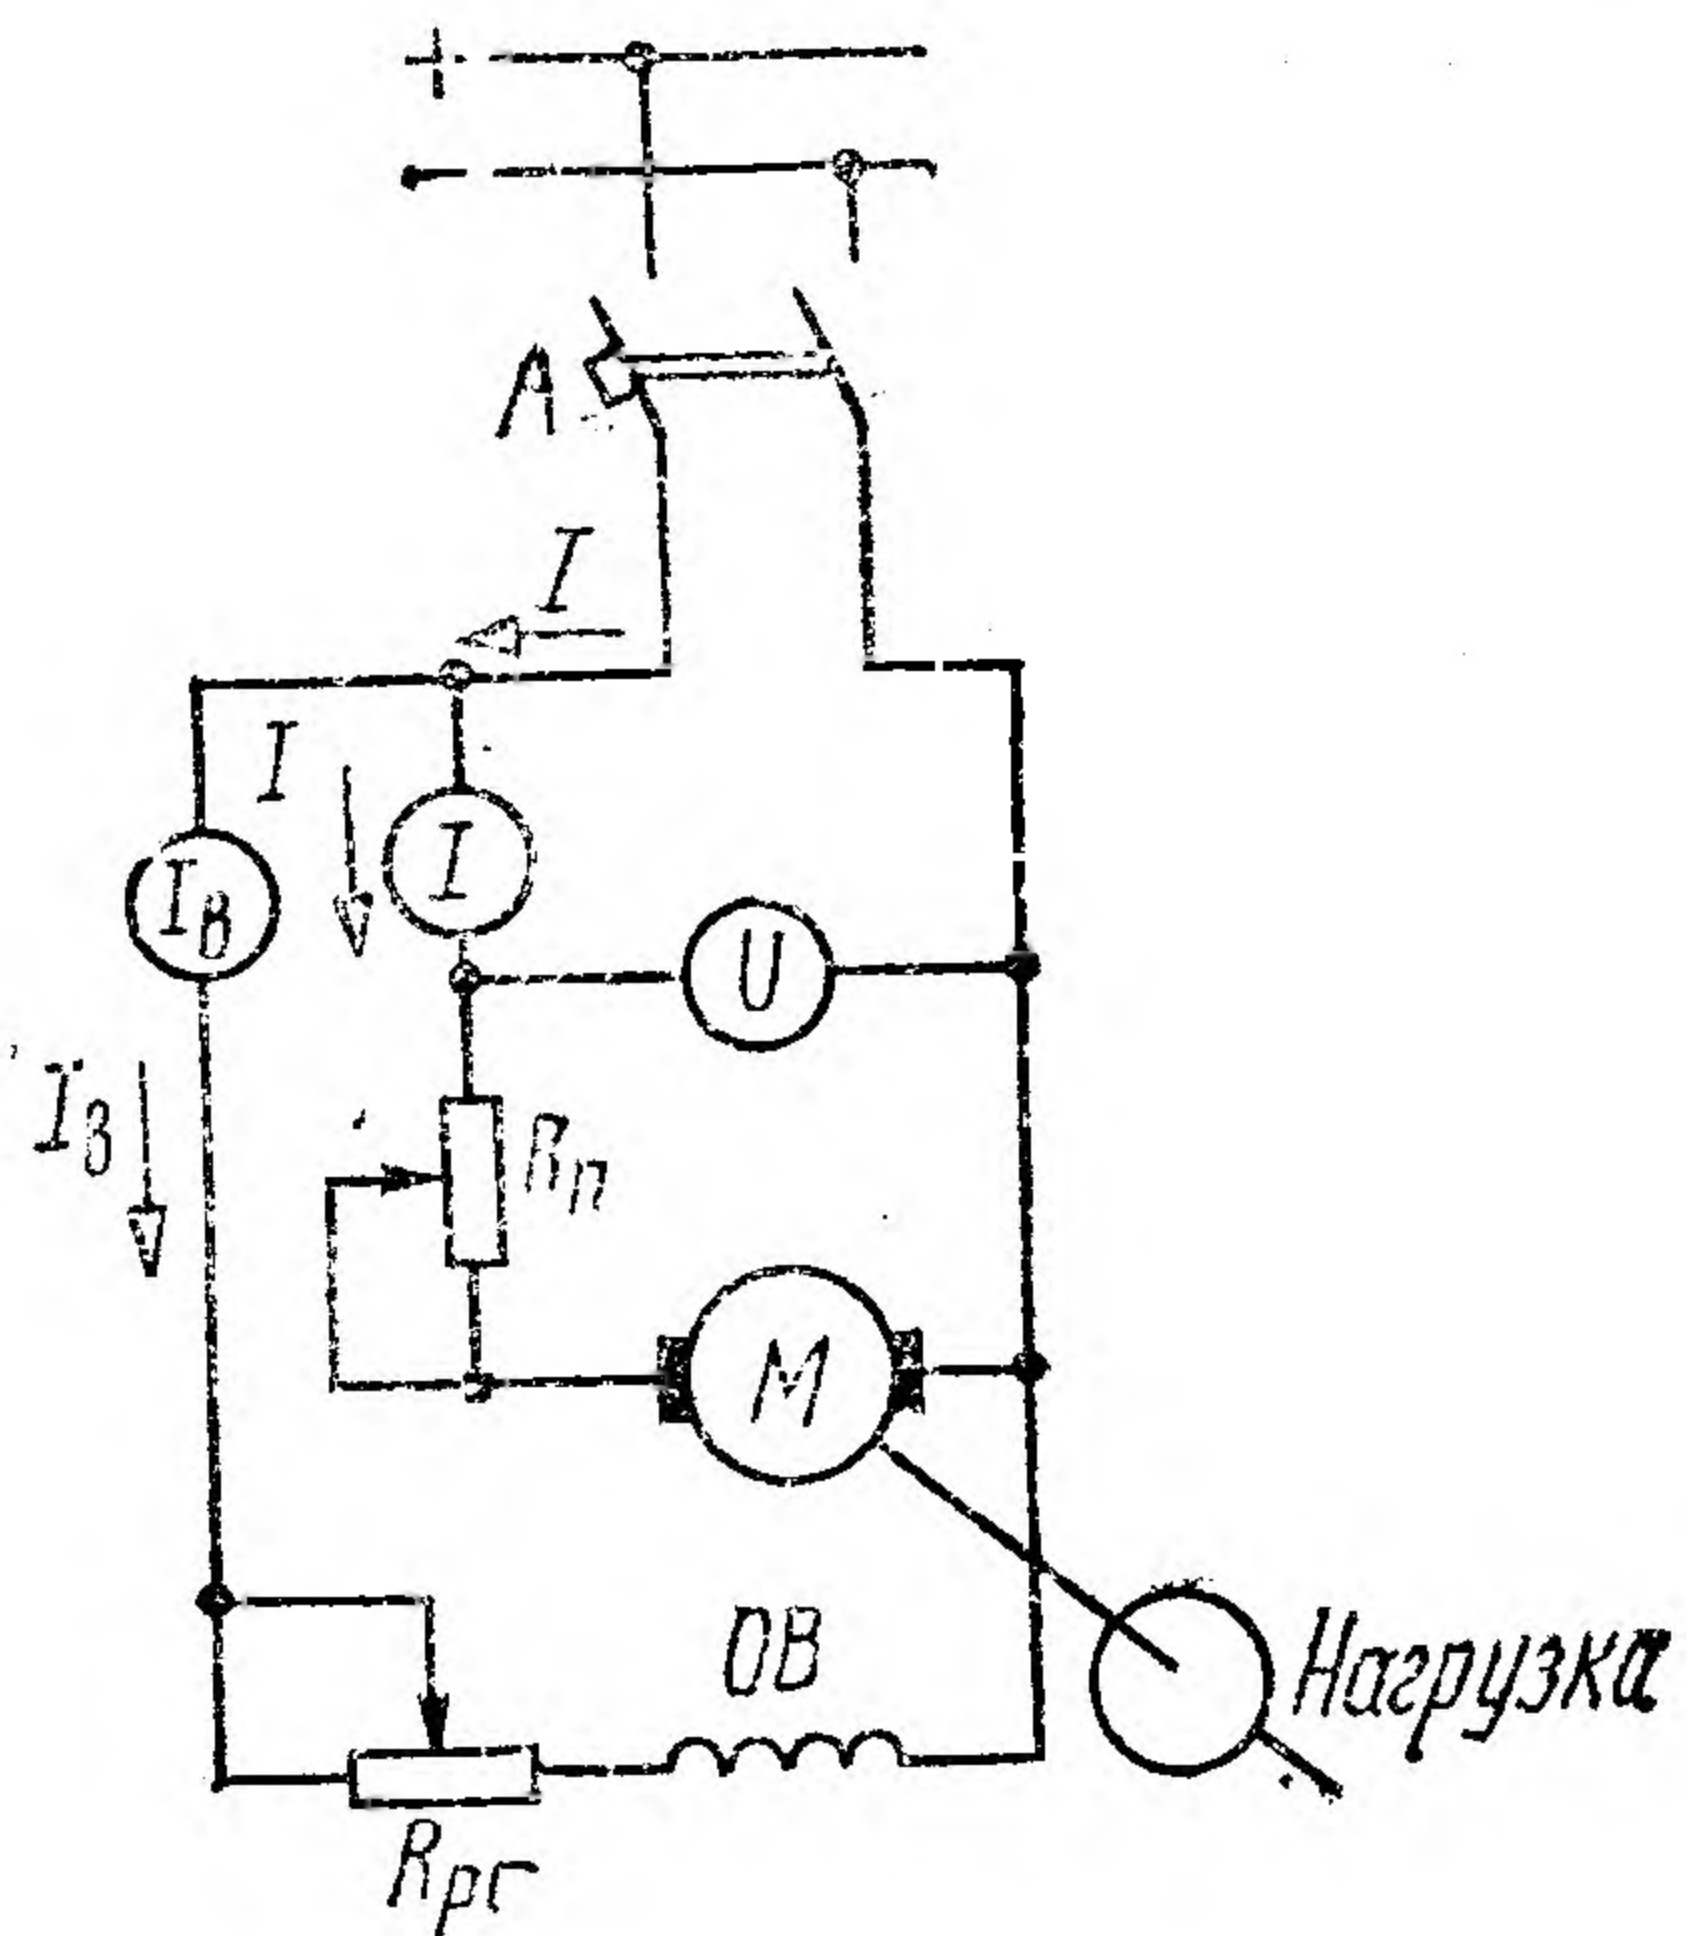

Рис. 90
**Пример 19.** Электродвигатель постоянного тока с параллельным возбуждением (рис. 90) рассчитан на номинальную мощность  $P_{ном} = 10 \text{ кВт}$  и номинальное напряжение  $U_{ном} = 220 \text{ В}$ . Частота вращения якоря  $n = 3000 \text{ об/мин}$ . Двигатель потребляет из сети ток  $I = 63 \text{ А}$ . Сопротивление обмотки возбуждения  $R_B = 85 \text{ Ом}$ , сопротивление обмотки якоря  $R_a = 0,3 \text{ Ом}$ . Определить: 1) потребляемую из сети мощность  $P_1$ ; 2) к. п. д. двигателя  $\eta_{дв}$ ; 3) полезный вращающий момент  $M$ ; 4) ток якоря  $I_a$ ; 5) противо-э. д. с. в обмотке якоря  $E$ ; 6) суммарные потери в двигателе  $\sum P$ ; 7) потери в обмотках якоря  $P_a$  и возбуждения  $P_B$ .
**Пример 20.** Четырехполюсный двигатель с параллельным возбуждением (рис. 90) присоединен к сети с  $U_{\text{ном}} = 110 \text{ В}$  и потребляет ток